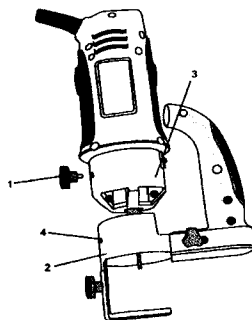

Fig. 10
1. Saque la perilla de sujeción de accesorios (1) de la base del cuerpo del motor (ver la fig. 10). Monte la abrazadera del asa de precisión (2) sobre la parte inferior del cuerpo del motor (3) hasta alinear el orificio de montura (4) con el orificio del cuerpo del motor.